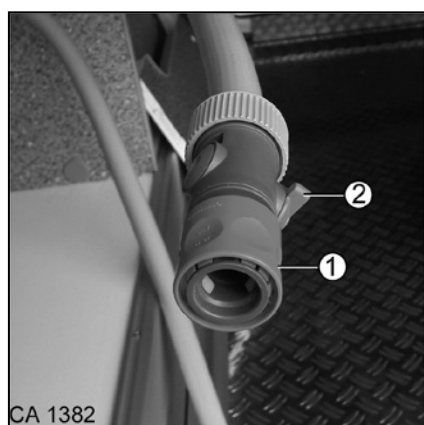

Fig. 175 Raccord du tuyau de rinçage
1. Raccorder le raccord enfichable (Fig. 175/1) du tuyau de rinçage (A, B) à une alimentation en eau extérieure.
2. Ouvrir le robinet d'arrêt (Fig. 175/2) du tuyau de rinçage (A, B) et rincer le réservoir des eaux noires jusqu'à ce que tous les résidus soient éliminés.
3. Fermer d'abord l'alimentation en eau extérieure ; ensuite fermer le robinet d'arrêt (Fig. 175/2) du tuyau de rinçage (A, B).